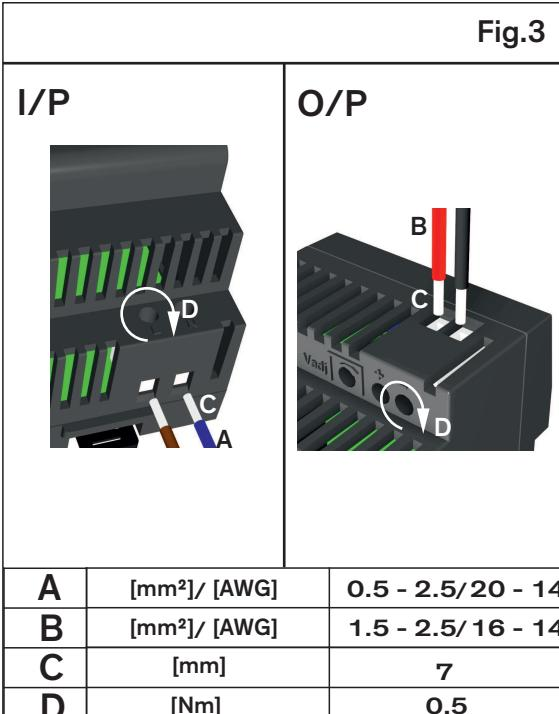

Fig.3
- All input and output wires must be properly rated for the power supply and must be connected with the correct polarity. Fig.3
- Alle Verdrahtungen am Eingang und Ausgang müssen entsprechend dem Netzteil ausgelegt und mit der richtigen Polarität verbunden sein. Fig.3
- Tous les fils d'entrée et de sortie doivent être correctement étalonés pour le bloc d'alimentation et être branchés à la bonne polarité. Fig.3
- Todos los cables de entrada y salida deben tener valores nominales adecuados para la fuente de alimentación y deben conectarse con la polaridad correcta. Fig.3